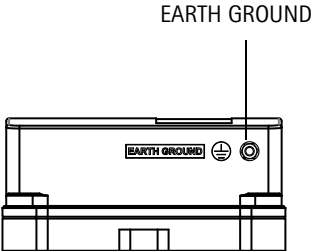

Fig 1b
2. Connectez une extrémité du fil de mise à la terre à EARTH GROUND (voir fig 1b) et l'autre extrémité à un emplacement approprié au niveau du sol.